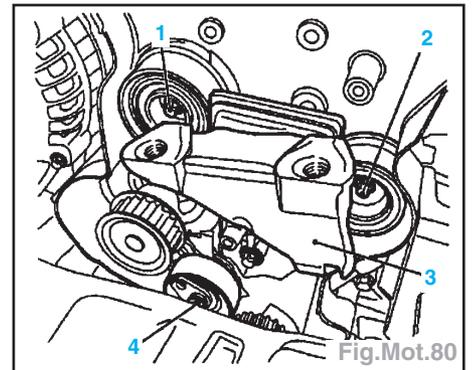

Fig.Mot.80
- les galets renvoi (1) et (2), le support du moteur D (3) et le galet tendeur (4) (Fig.Mot.80),